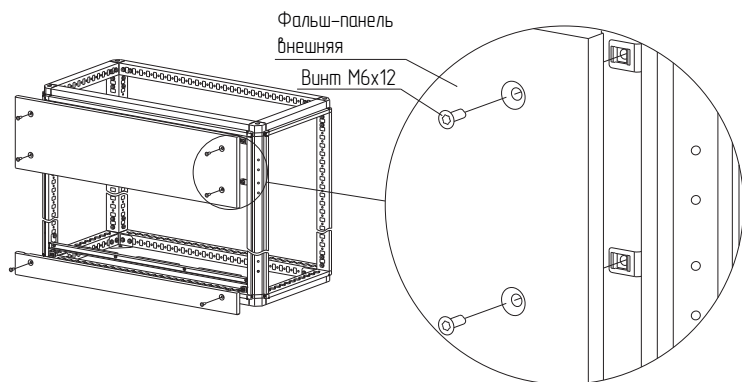

Рисунок 53
4.28.4 Закрепить фальш-панель внешнюю компенсирующую винтами М6×12 (рисунок 53).